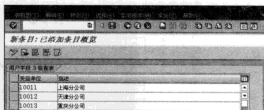

图 9-18 用户字段检查表
STEP ② 双击“定义用户字段 3 的许可条目”选项, 进入“用户字段 3 检查表”中。同样, 双击“定义用户字段 4 的许可条目”选项, 进入“用户字段 4 检查表”中。一般来说, 这两张表主要用于定义项目对应的客户化字段, 例如项目的立项单位、项目的专业类型等, 如图 9-18 所示。